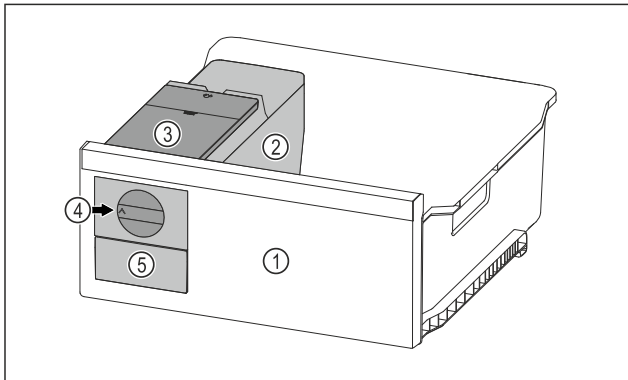

Fig. 120 Simbolična slika
- ▶ Vrtljivi gumb Fig. 120 (4) obrnite do konca v smeri urinih kazalcev.
- ▶ Kocke ledu iz posode za ledene kocke padajo v predal za ledene kocke Fig. 120 (5).